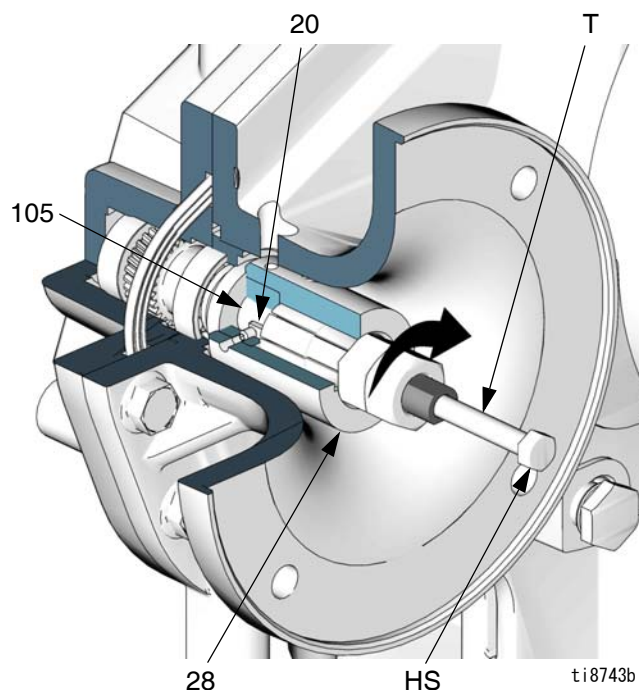

図 24. モーター結合器取り外し
4. 図 24 を参照してください。両方の止めネジ (31) を緩めます。結合器 (28) に結合解除ツール (T) を挿入します。ナットをきつくなるまで時計回りに回し、次に、六角頭ネジ (HS) を時計回りに回して、結合器をギア減速機入力シャフト (105) から引き外します。
注：以下の手順の実行中に、結合器がモーターシャフトから分離されたが入力シャフトに引っかかったままの場合、図 24 に示されているように 15J827 結合解除ツール (T) を使用してください。